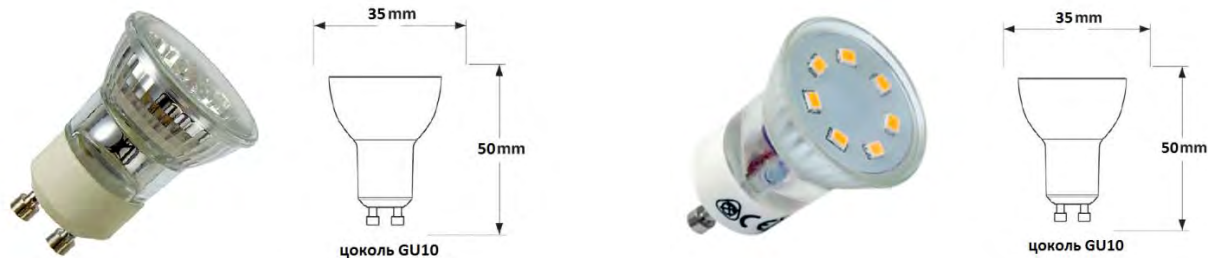

Рис. 13
В качестве подсветки в вытяжке установлены 2 галогеновые лампочки мощностью 35 Вт каждая (рис. 13).
6. Установите новую лампочку (рис. 13), действуя в обратном порядке.